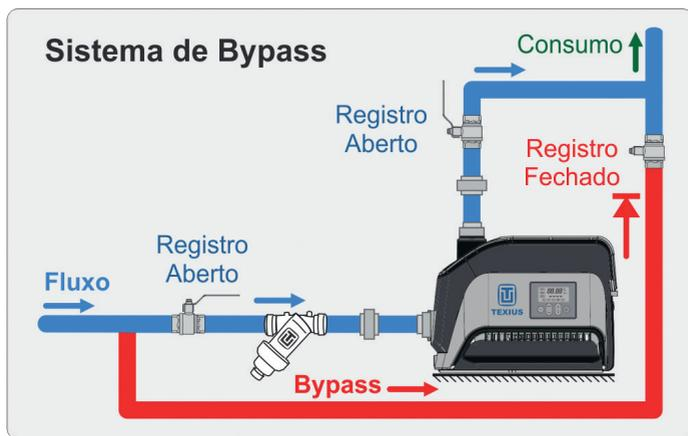

Figura 2
8.5 Instalar o pressurizador em sistema de by-pass conforme mostrado na figura 2. Os registros localizados na sucção e recalque da bomba devem ficar sempre abertos e o registro do by-pass deve ficar sempre fechado. Se essas condições não forem atendidas, o pressurizador não irá desligar, pois a água ficará recirculando pelo by-pass. Utilizar sempre registro de esfera em Inox.